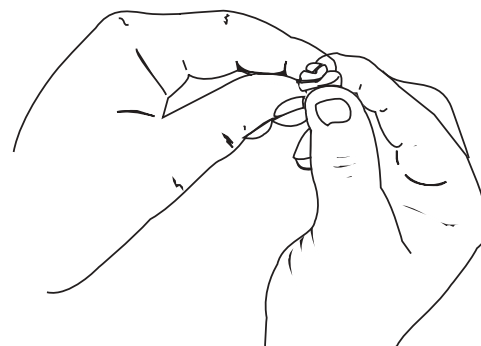

Fig. 25
5. Aperte o filtro para espalhar e eliminar o excesso de óleo (Fig. 25).